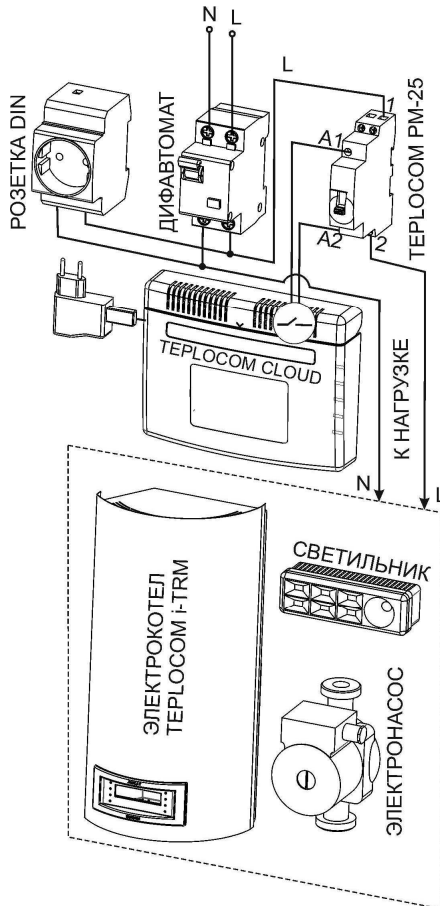

Рис.2 Пример подключений нагрузки
- При подаче напряжения на катушку релейного модуля с управляющего устройства (например теплоконтроллера см. рис.2) должно произойти срабатывание силовых контактов релейного модуля, перед первым включением необходимо проконтролировать включение/отключение нагрузки.